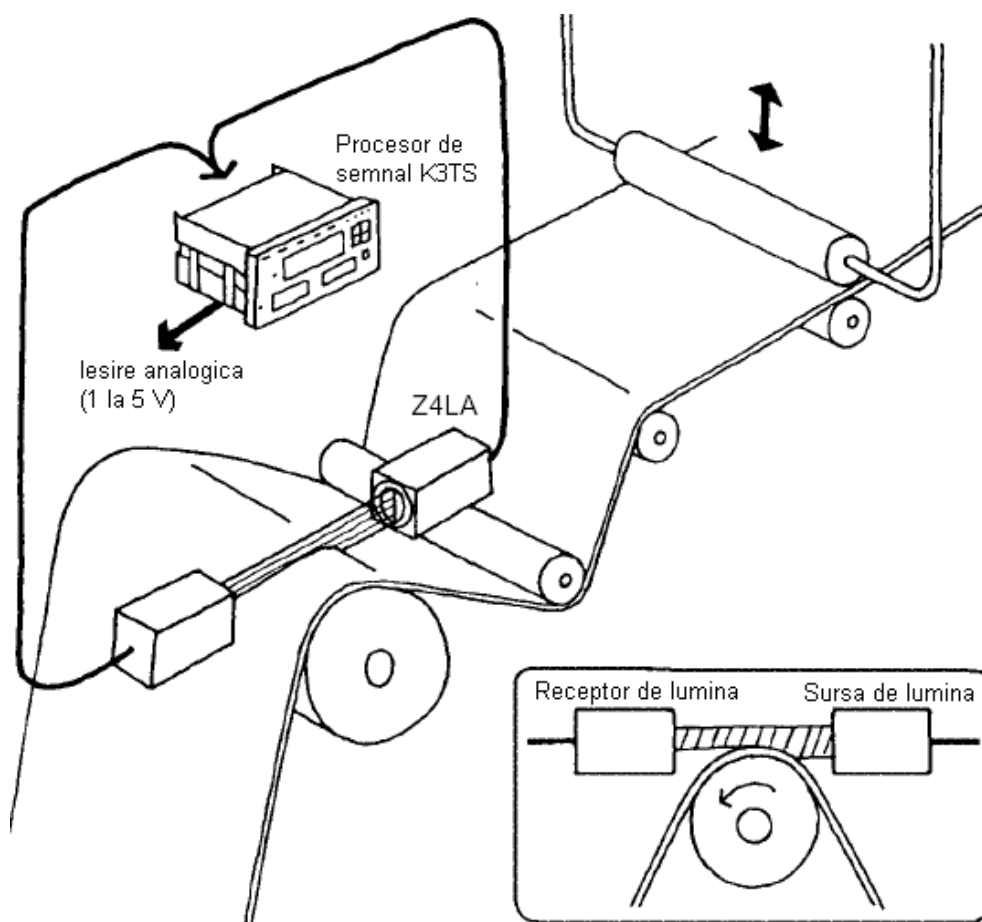

Fig.12
1.4.2. Măsurarea grosimii foilor de vinil.aplicație (fig.12):